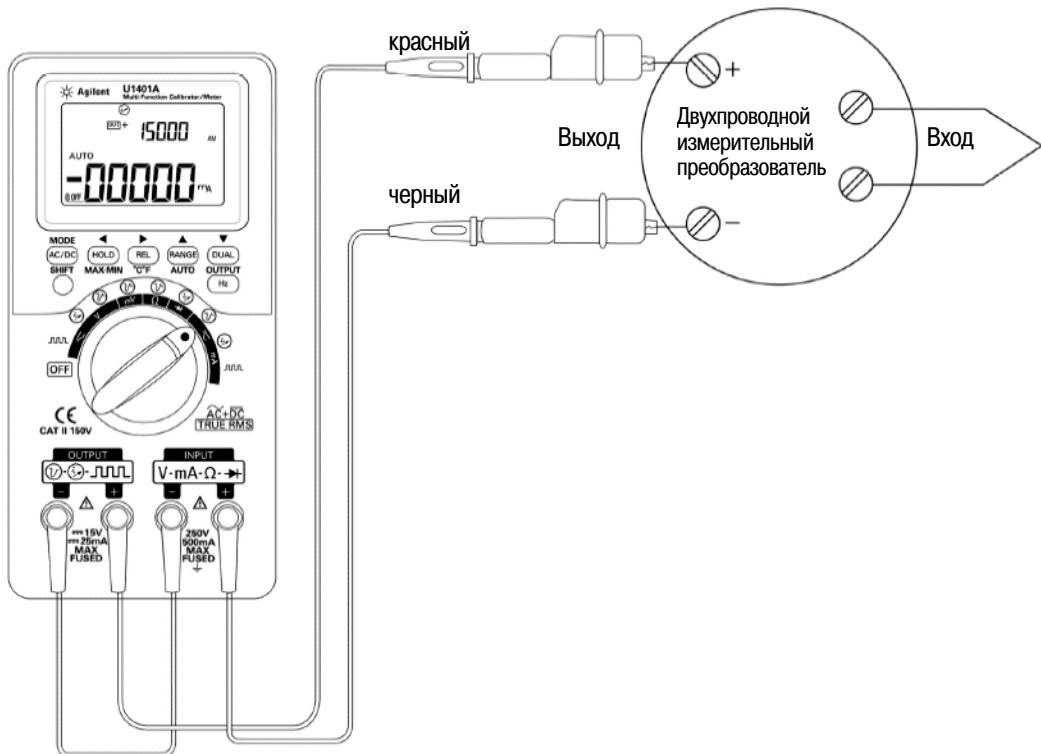

Рис. 5-16 Проверка двухпроводного измерительного преобразователя
2. Присоедините красный провод с зажимом типа "крокодил" к выходному гнезду "+" и к выходному выводу "+" двухпроводного измерительного преобразователя, как показано на рис. 5-16.